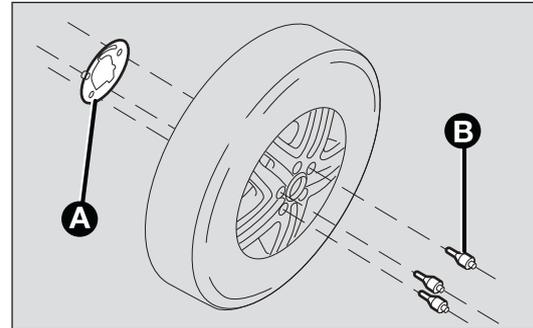

Abb. 174
- Die spezielle Platte A-Abb. 174 am Leichtmetallrad montieren und mit dem Schlüssel und den mitgelieferten Schrauben B befestigen;